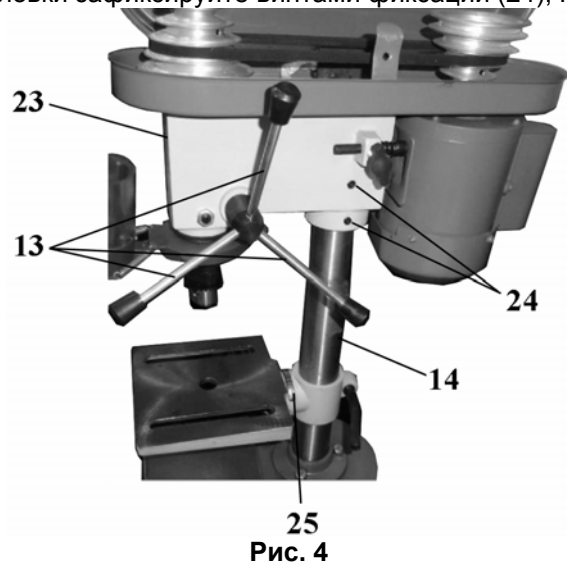

Рис. 4
9.4. Аккуратно установите на колонну (14) шпиндельную головку станка (23), Рис.4, предварительно ослабив винты фиксации (24), Рис.4. Поворачивая шпиндельную головку (23) на колонне (14), Рис.4, убедитесь, что она «села» до упора. Положение шпиндельной головки зафиксируйте винтами фиксации (24), Рис.4.
- трещины металлоконструкции шпиндельной головки (23), Рис. 4;